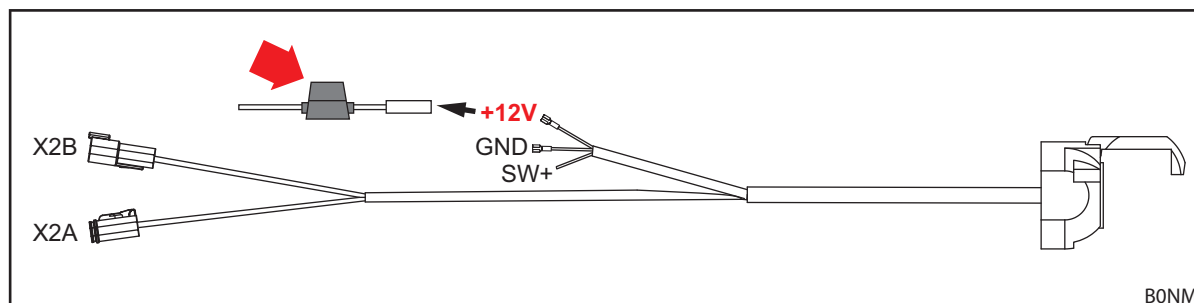

Abb. 53 STOLL-ISOBUS-Kabelbaum
- Sicherung (Ident.-Nr. 0484860, siehe roter Pfeil in Abb. 53) lokalisieren und prüfen: